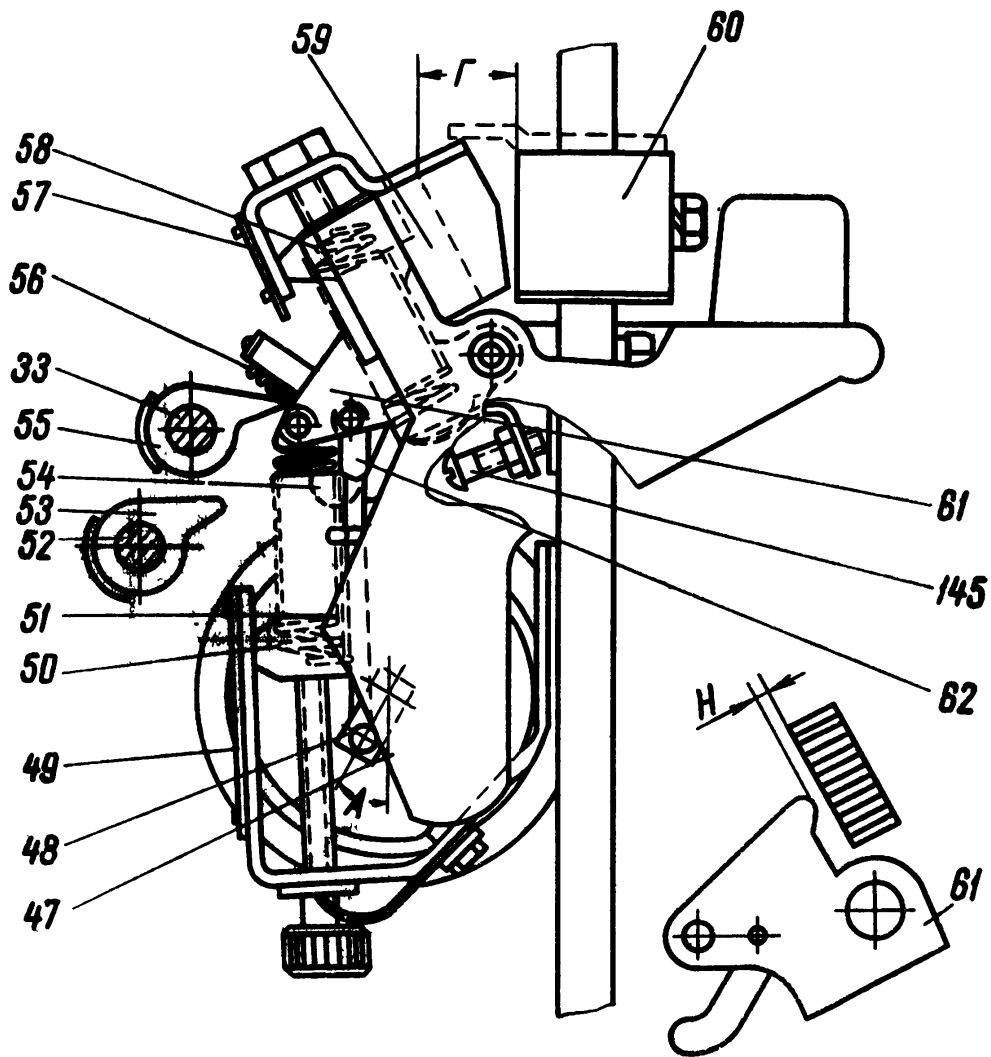
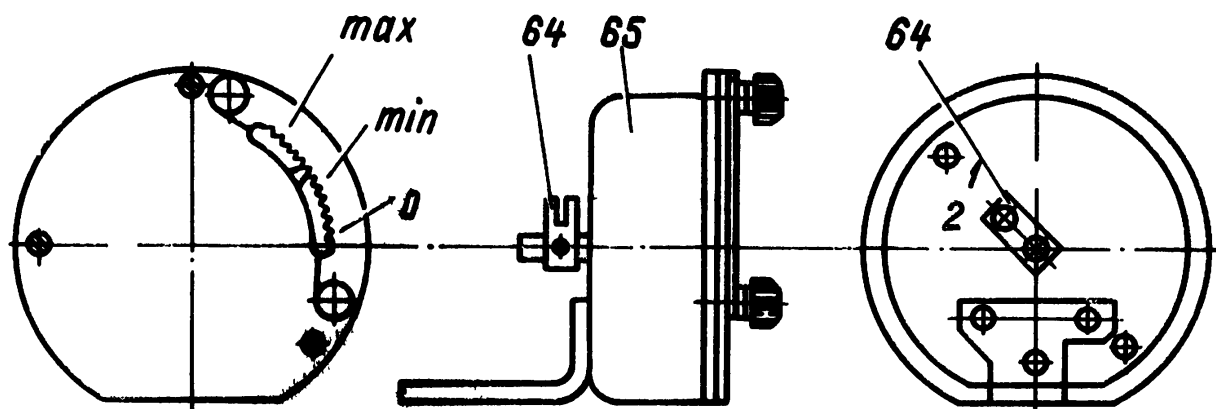

Рис. 13. Максимальный расцепитель
Рис. 14. Часовой механизм
<p>расцепление часового механизма происходит после встречи бойка 54 с рычажком 55 на валике 33 (рис. 13) заедание отключающего валика в подшипниках отключающий валик недостаточно повернулся при коротком замыкании из-за того, что разрегулирован рычажок 53 на селективном валике 52 (рис. 13)</p>	<p>устранить заедание, для чего со-здать небольшую игру между трущимися частями якоря, промыть ось и подшипники якоря бензином и смазать их смазкой отрегулировать положение рычажка 55 в соответствии с разделом 9 устранить заедание отрегулировать положение рычажка 53 согласно разделу 9</p>
1. Неточная уставка указателя относительно меток на шкалах 49 и 57 (рис. 13)
При помощи винта 145 (рис. 13) отрегулировать зазор так, чтобы метка на колонке 64 (рис. 14) совпала с меткой I на корпусе часового механизма